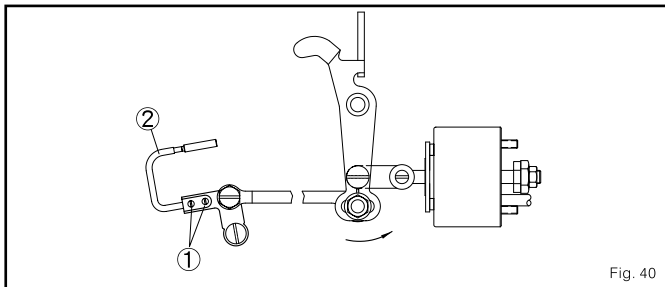

Fig. 40
4. Ajustar a alavanca preênsil do lançadera de fio (Fig. 40)